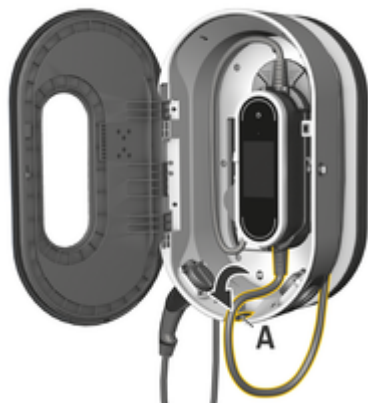

Bild 19: Fälla in manöverenhet
3. För bilkabeln genom öppningen A (Bild 19) och linda kabellängden som du inte behöver runt laddningsdockan.